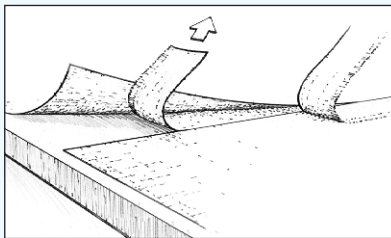

Figura 27 Retire el recorte superior, luego levante el otro borde cortado para retirar el otro recorte.
c) Retire el recorte superior, luego levante el otro borde cortado para retirar el otro recorte (Figura 27).